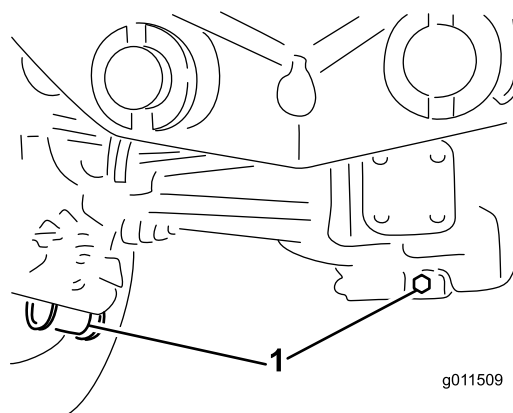

Figura 96
2. Limpe a zona em redor dos 3 tampões de escoamento, 1 em cada extremidade e 1 no centro (Figura 96).